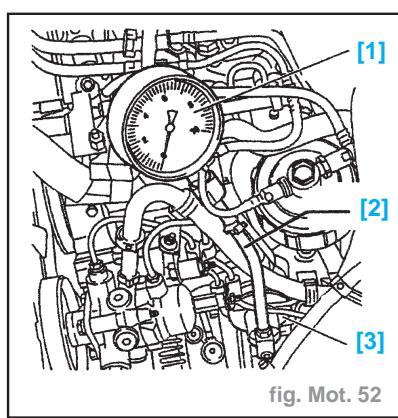

fig. Mot. 52
- Poser l'ensemble des outils [1] et [2] sur l'outil [3] (fig. Mot. 52).